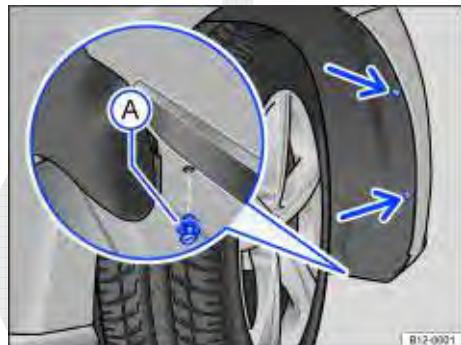

Fig. 149 Na caixa da roda dianteira direita: remover os parafusos de fixação (setas) e remover o rebite de expansão (A).
2. Remover os parafusos de fixação do revestimento da caixa de roda ⇒ Fig. 149 (setas) com o auxílio de uma chave de fenda.
3. Remover o rebite de expansão dianteiro inferior do revestimento da caixa de roda ⇒ Fig. 149 (A) e retirar completamente.
14. Recolocar o rebite de expansão no revestimento da caixa de roda e no para-lama e pressionar para dentro ⇒ Fig. 149 (A).
15. Recolocar os parafusos de fixação ⇒ Fig. 149 (setas) e apertá-los.